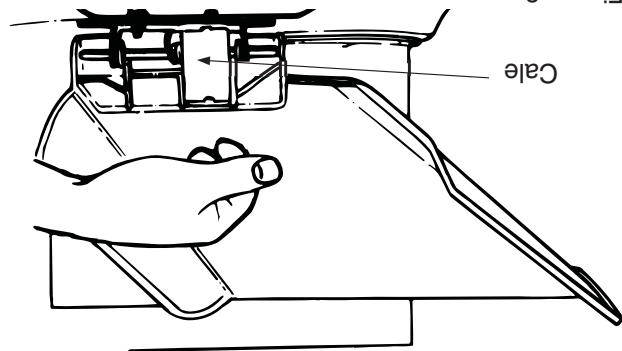

Figure 9
**Goulotte (Voir la Figure 9)**
- Vous remarquerez que le déflecteur de la goulotte de votre tondeuse se trouve en position verticale. Il est retenu par une cale utilisée à des seules fins d'expédition. Veuillez enlever cette cale et la jeter avant d'utiliser la tondeuse. Voir la Figure 9.